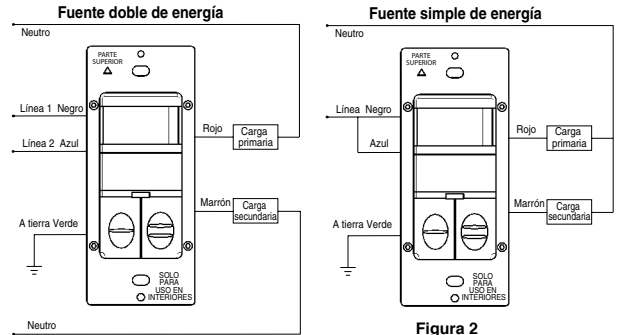

Figura 2
1. Conecte los cables conductores como se muestra en el DIAGRAMA DE CABLEADO (consultar Figura 2): Conductor Negro a la Línea 1 (Caliente), conductor Azul a la Línea 2 (Caliente), conductor Rojo al cable de Carga Primaria, conductor Marrón al cable de Carga Secundaria, conductor Verde a Conexión a Tierra.